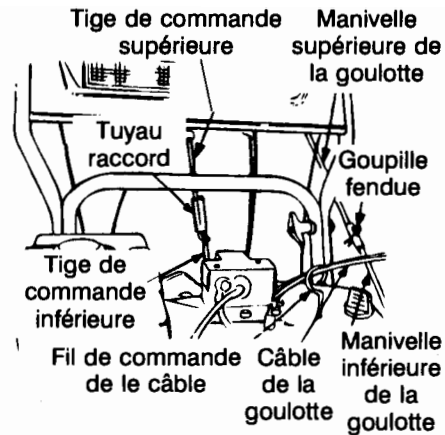

FIGURE 14
- Glissez le tuyau raccord (Z) sur l'extrémité fileté de la tige de commande supérieure en vous assurant de placer le petit creux du raccord sur le dessus.
- Vissez la virole (J) sur l'extrémité fileté de la tige de commande supérieure.
- Abaissez le tuyau raccord de la tige de commande sur l'extrémité de la tige de commande inférieure. Voir la Figure 14. Frappez sur le tuyau raccord jusqu'à ce qu'il s'emboîte sur la tige de commande inférieure.
- Faites passer les câbles de la commande à distance de la goulotte (en option) dans le fil de commande de le câble sur le dessus du moteur. Voir la Figure 14.